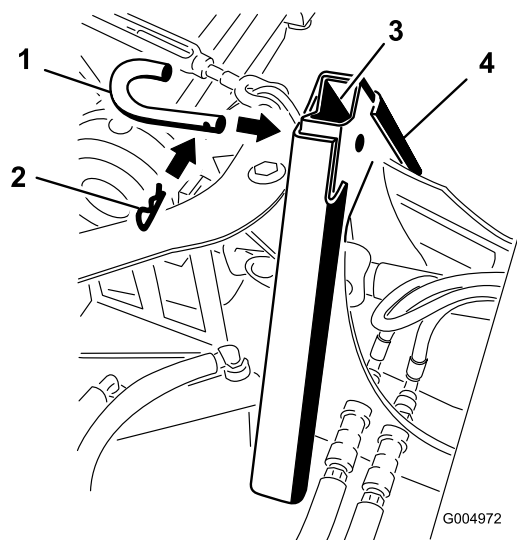

Figura 71
3. Prenda os adaptadores juntos com a cavilha de ligação e contrapino de gancho como se mostra na Figura 71.